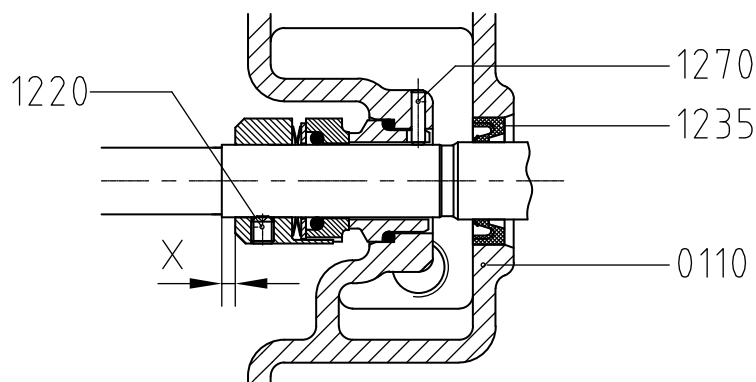

Figura 15: Ajuste del cierre mecánico M7N.
- 6 Ajuste la parte giratoria del cierre mecánico a la distancia X (véase la figura 15 y la tabla correspondiente), y fijela en el sitio con el tornillo de bloqueo (1220).